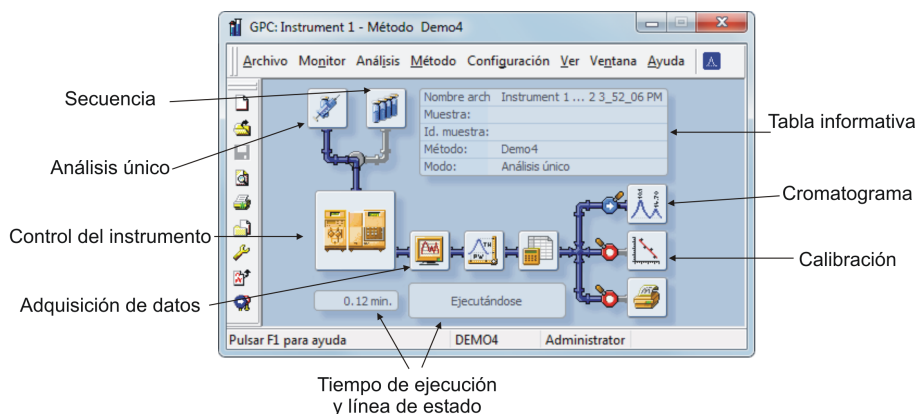

Fig 13: Ventana de proceso del análisis.
- La ventana del **instrumento** se abrirá; **Fig 13** en la pág. **19**. muestra los iconos más importantes en la ventana del **instrumento**. Durante el "paseo" le presentaremos todas las ventanas relativas a esos iconos.
- En la ventana del **instrumento** mire la *barra de estado* (ver **Fig 13** en la pág. 19.). La adquisición está ahora en el modo de *EJECUCIÓN* y allí se muestra el tiempo de ejecución actual.
- Para ver la ventana de la adquisición actual y controlarla usar el icono *Adquisición de datos*  (ver **Fig 13** en la pág. 19.) para acceder la ventana de **Adquisición de datos**.
- Pueden verse una o más señales, dependiendo de la configuración de la estación. El número de detectores (señales) y sus nombres pueden verse en la esquina superior derecha del gráfico ①.